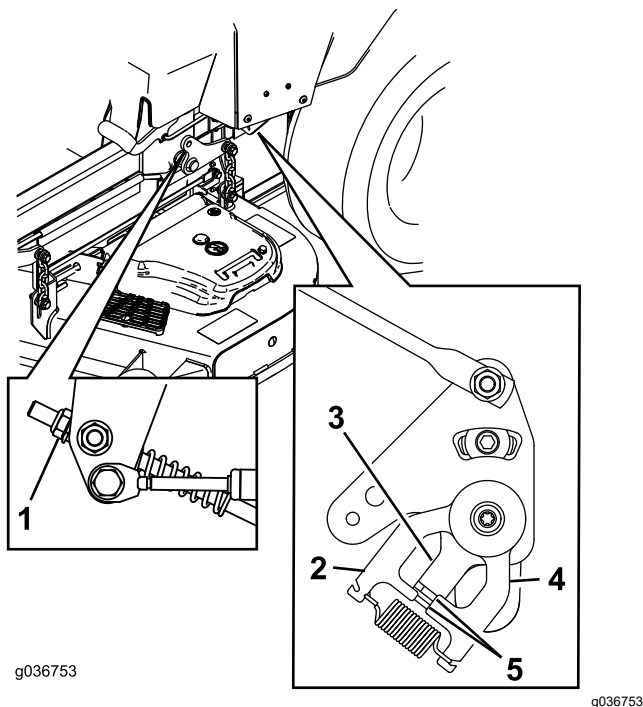

Figura 66
11. Reglați lungimile tijei de control a pompei prin rotirea piuliei în direcția corespunzătoare până când roile încep să se rotească ușor în marșier (Figura 65 și Figura 66).